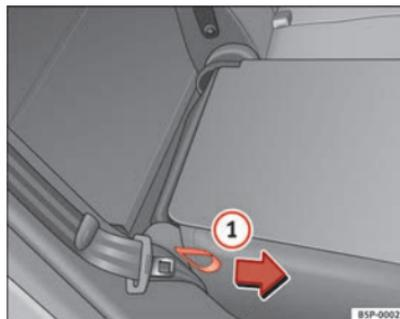

Fig. 99 Abatir o levantar el respaldo del asiento posterior
- Tire del lazo situado en el lateral del asiento ⇒ fig. 99 ① en la dirección de la flecha y levante el respaldo hasta que encastre. ▶